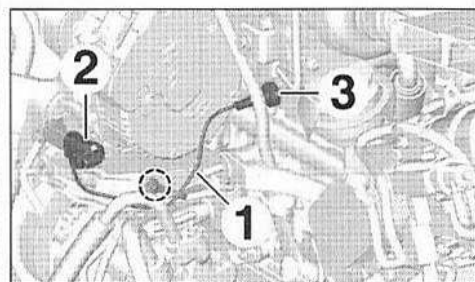

FIG.20
- Dégrafer le faisceau (1) (Fig.20).
- Débrancher et dégrafer le connecteur (2).
- Déposer le manocontact de pression d'huile (3).